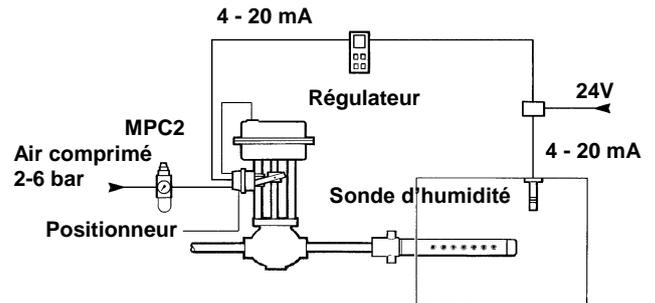

Fig.20 Vanne pneumatique avec positionneur
- 3.10.4 Fig.20: Régulation électropneumatique avec positionneur.